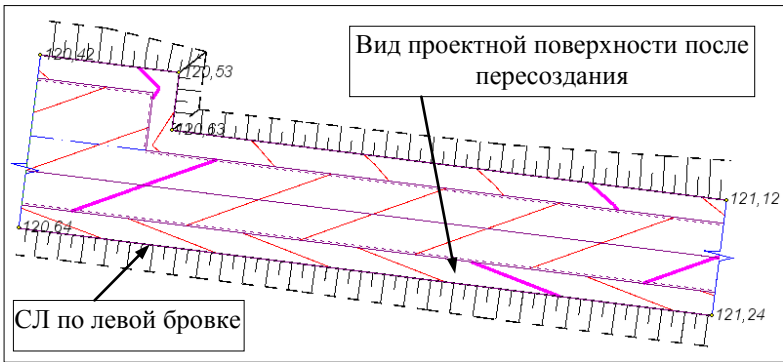

Рис. 10.5
1. Перейдем в окно **Профиль**. Активизируйте команду **Поверхность/Профиль Структурной линии**. Захватите СЛ по левой бровке (рис. 10.5), в окне параметров оставьте все значения без изменений.
- Укажите структурную линию по левой бровке. Проектная поверхность по обочине перестроится как показано на рис. 10.5.